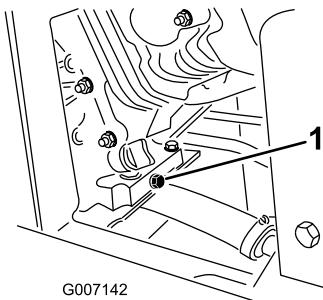

Figura 53
4. Retire el tapón de vaciado (Figura 53).